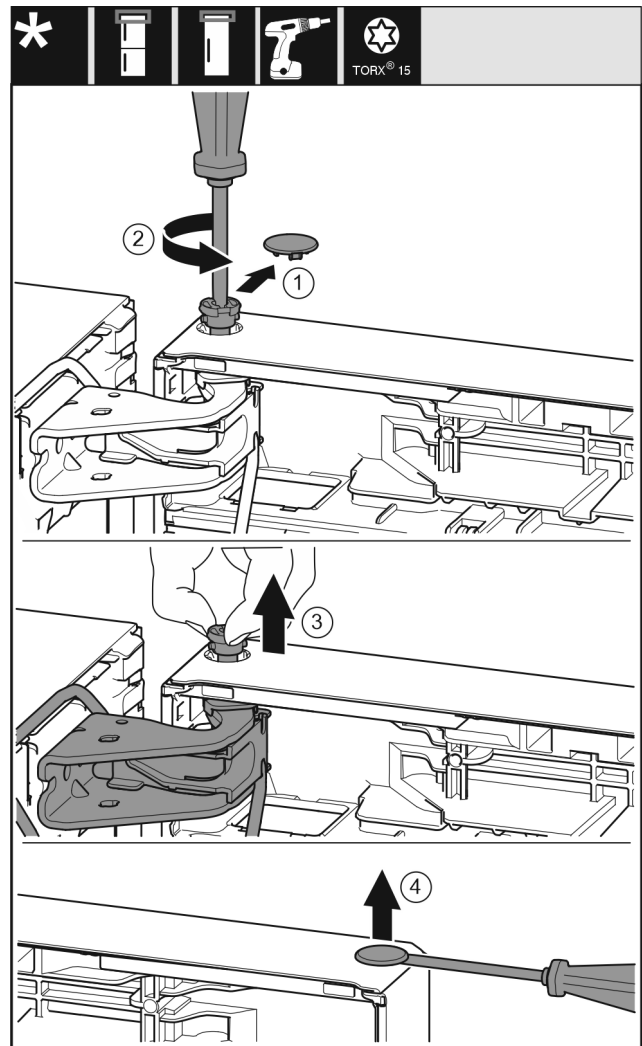

Fig. 20
- Sicherheitsabdeckung vorsichtig abziehen. *Fig. 20 (1)*
- Bolzen mit Schraubendreher T15 ein Stück herausdrehen. *Fig. 20 (2)*
- Tür festhalten und Bolzen mit den Fingern herausziehen. *Fig. 20 (3)*
- Stopfen aus der Tür Lagerbuchse vorsichtig mit einem Schlitzschraubendreher anheben und herausziehen. *Fig. 20 (4)*